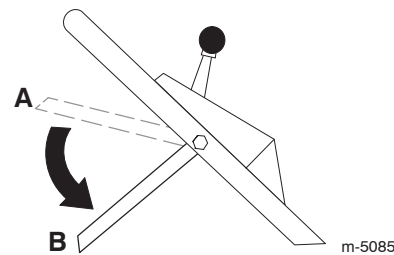

Bild 17
10. Lassen Sie den Sicherheitsschaltbügel los; siehe Stellung B in Bild 17. Jetzt müssen Sie einen lauten „Knall“ hören. Das Messer muss innerhalb von drei Sekunden zum Stillstand kommen.
2. Bewegen Sie den Sicherheitsschaltbügel in die niedrigste Stellung (B in Bild 17).